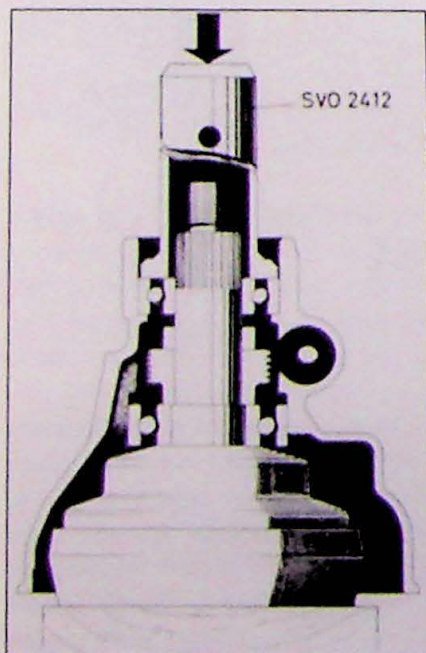

Fig. 7.29. Montage uitgaande as.
3. Ondersteun de uitgaande as met een houten klos. Zet het snelheidsmeterwiel en de vulhuls op hun plaats. Pers de achterste huishelft met stempel SVO 2412 op zijn plaats (Fig. 7.29).